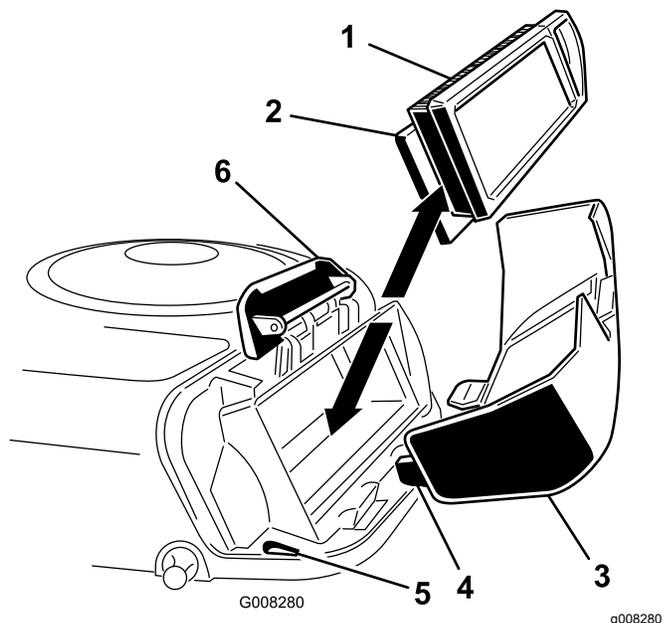

Figura 23
4. Estraete con cautela l'elemento in schiuma sintetica e l'elemento di carta dal convogliatore (Figura 23).
2. Allineate le linguette del coperchio del filtro dell'aria con le fessure del convogliatore (Figura 23).